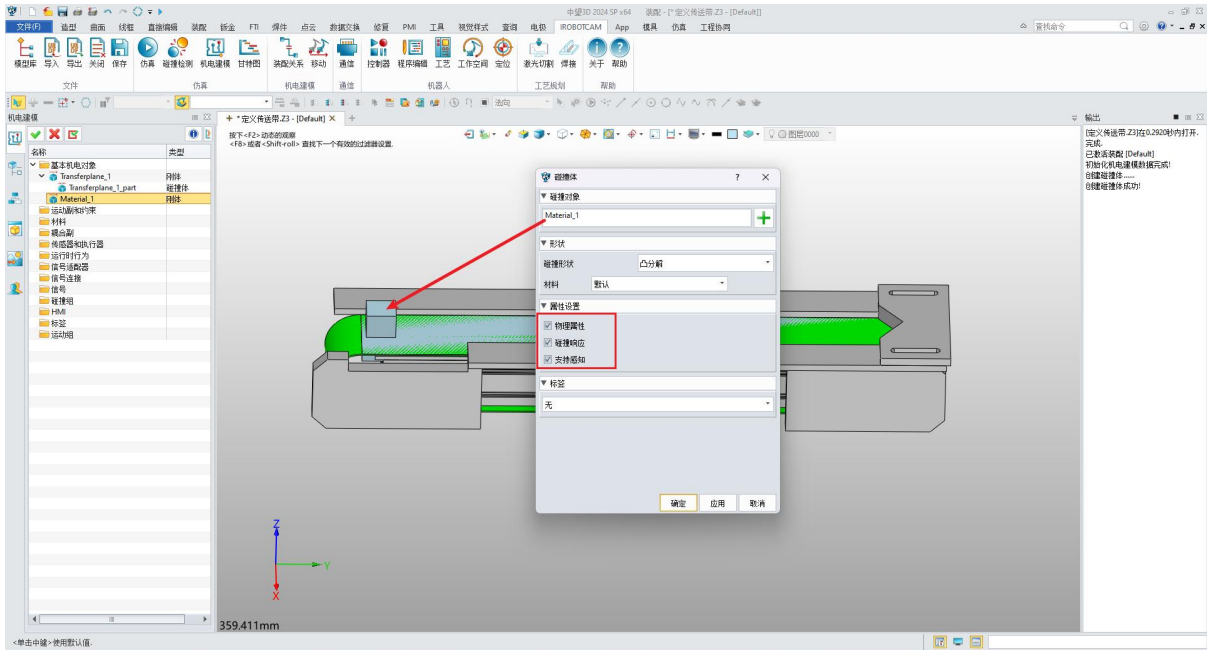

图 6-9：添加物料碰撞体
- 选择“凸分解”作为碰撞形状，属性设置勾选“物理属性”、“碰撞响应”和“支撑感应”，材料为“默认”。(图 6-9)